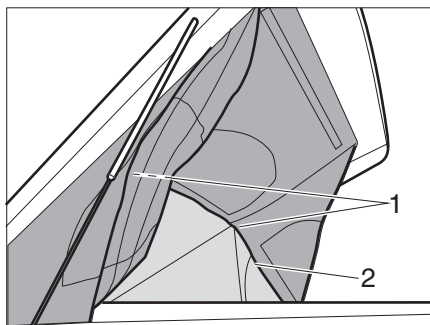

Figure 48 Fonction panoramique
- Ouvrir la fermeture éclair (Figure 48,2) sur tout le tour du toit relevable.
- Fixer les parois latérales et la paroi frontale avec la fermeture à velcro (Figure 48,1) sur le haut du toit relevable.